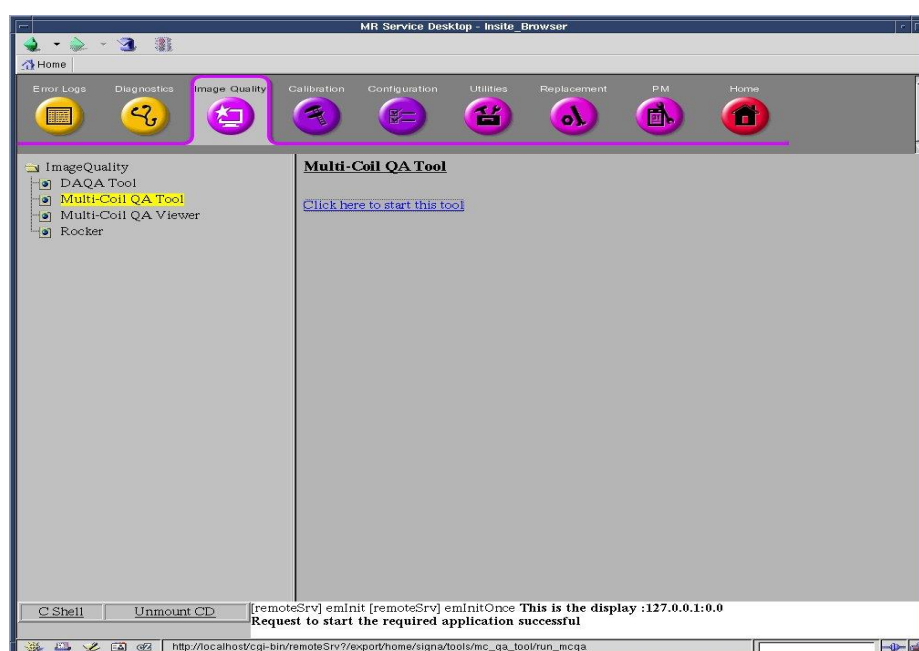

图 1
- 在 Common Service Desktop (CSD)（通用服务桌面（CSD））中，转到 Service Browser（服务浏览器）并选择 [Image Quality]（图像质量）、"Multi-Coil QA Tool"（多线圈 QA 工具），然后 "Click here to start this tool"（单击此处开始使用此工具），如图 1 所示。